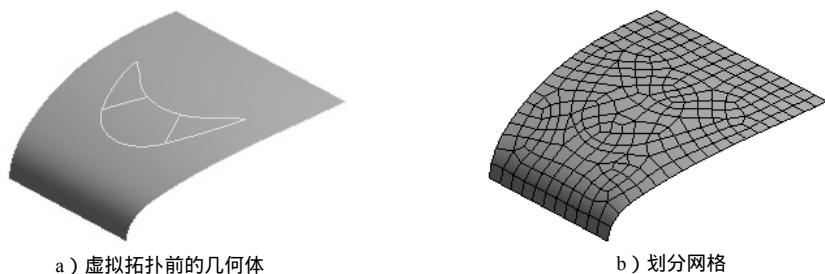
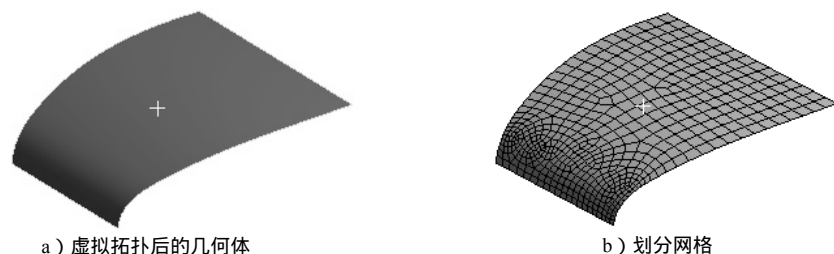

图 4.4.3 虚拟拓扑操作前
图 4.4.4 虚拟拓扑操作后
虚拟拓扑用于对导入到 ANSYS Workbench 有限元分析界面中的几何体(特别是外部导入几何体)进行简化与分割操作。一方面，可以简化或分割实体边界线和内部边线，从而在一定程度上减少内部节点，简化网格划分，提高网格划分质量；另一方面，对几何体中的边界线进行一定的分割处理，能够很好地改善几何体网格划分的结构，从而得到更加合理的网格结构，也能在一定程度上提高网格划分的总体质量(图 4.4.3~图 4.4.4)；最后还可以简化实体表面，从而提高选择内部几何对象的效率。
(1) 如图 4.4.3 所示，导入的面体中包含一些内部边线，这些边线将完整的面体“分割”成四块独立的面体，在划分网格时，由于这些内部边线的存在，产生了很多内部节点，网格划分完成后如图 4.4.3b 所示。
(2) 如图 4.4.4 所示，对导入的面体进行一定的虚拟拓扑操作，将所有的面通过合并简化成一张面体，在划分网格时，由于面体内部已经没有边线，所以内部没有过多节点，此时的网格划分如图 4.4.4b 所示。